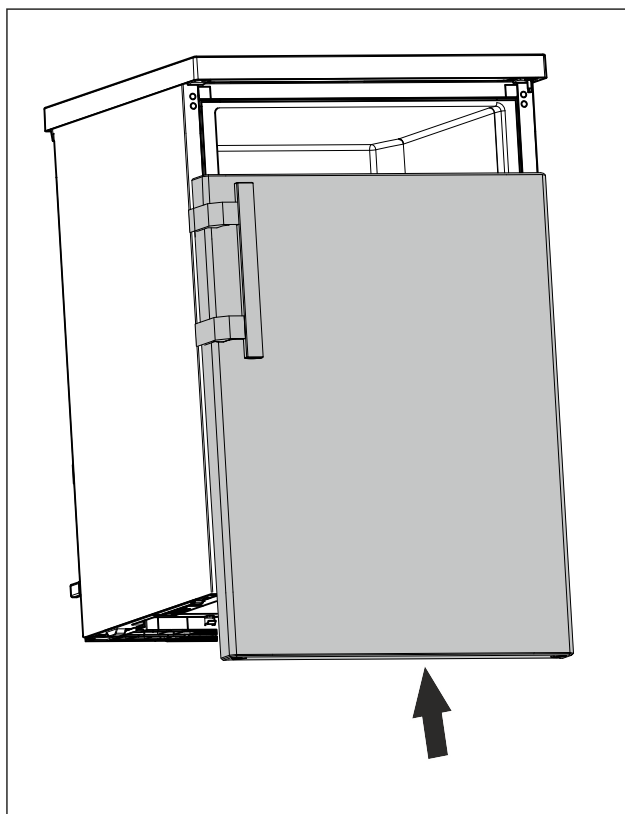

Fig. 19
- ▶ Pousser la porte fermée sur l'axe supérieur. (voir Fig. 19)